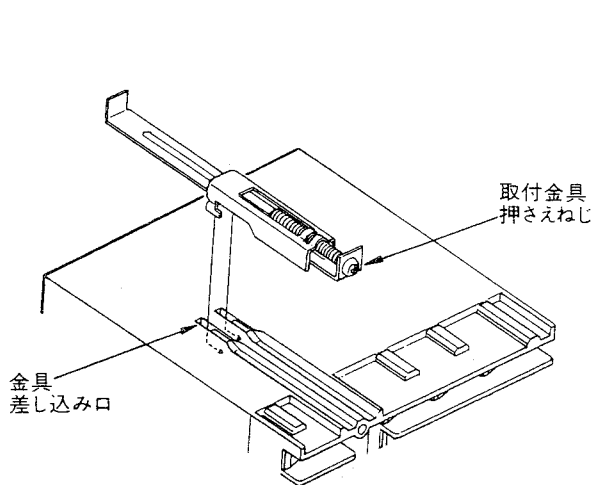

図1
- ①パネルカット寸法を参照して、パネルに取り付ける台数分の角穴をあけてください。
- ②本計器をパネル前面より挿入します。
- ③金具差し込み口に取付金具をいれます。(図1)